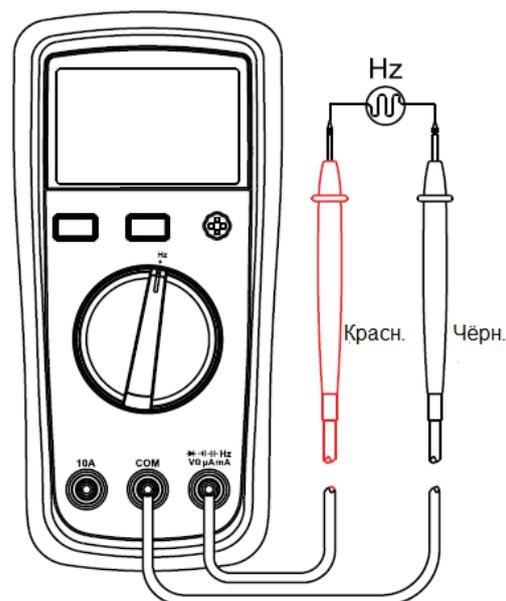

Рисунок 5
7. Измерение частоты (см. рисунок 5)